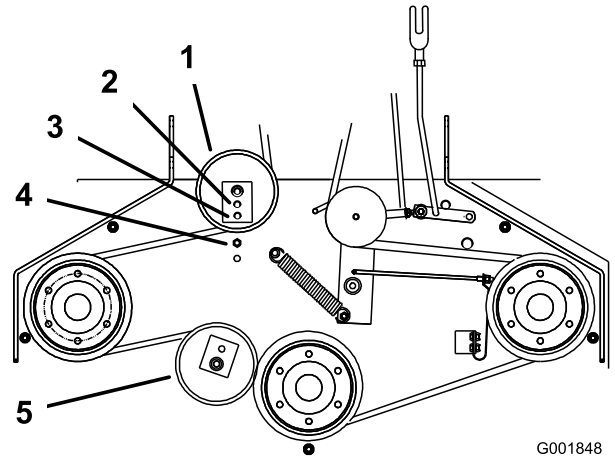

**Figure 54**
3. Desserrez le contre-écrou sur le tendeur (Figure 54).
4. Tournez le tendeur vers l'arrière de la tondeuse pour augmenter la tension sur la courroie. Tournez le tendeur vers l'avant de la tondeuse pour réduire la tension sur la courroie (Figure 54).